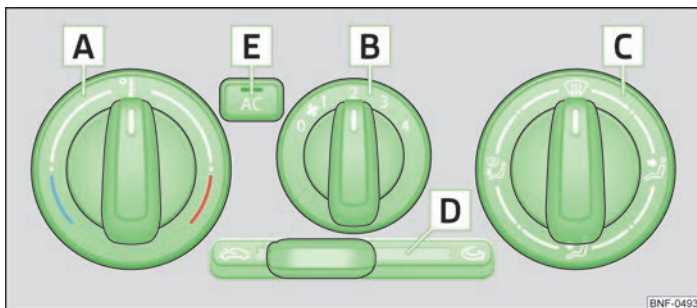

Bild 61 Klimatanläggning: Reglage
Kylningen fungerar endast när knappen **AC** **E** » bild 61 på sidan 51 är intryckt, och följande villkor är uppfyllda:
- › Vrid vredet **A** » bild 61 åt höger för att höja temperaturen.
- › Vrid fläktomkopplaren **B** » bild 61 till ett av lägena 1-4 för att koppla in fläkten.
- › Med luftfördelningsreglaget **C** » bild 61 regleras riktningen på luftutloppet.
- › Genom att på nytt trycka på knappen **AC** **E** » bild 61 kopplar man in klimatanläggningen. Kontrollampen i knappen tänds.
- Kontrollampen i knappen **AC** **E** » bild 61 lyser efter inkoppling, även om inte alla förhållanden för kylsystemets aktivering är uppfyllda. Därigenom signaleras kylberedskap för den händelse att alla villkoren blir uppfyllda » **Sidan 50**.
- Reglage **A**, **B**, **C**, **D** och knappen **E** » bild 61 på sidan 51.
- Skjut reglaget **D** » bild 61 på sidan 51 till läge